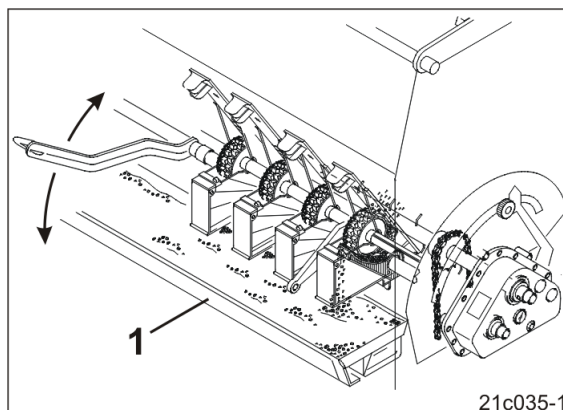

Fig. 222
6. Plasați cuvele de calibrare (Fig. 222/1) pe șina pâlniilor, (vezi cap. „Plasarea cuvelor de calibrare pe șina pâlniilor“, pagina 116).